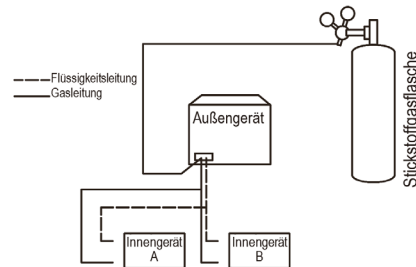

Abb. 5.34
4. Verwenden Sie Blindstopfen, um alle flüssigkeits- (gas-) seitigen Öffnungen zu verschließen, mit Ausnahme der Öffnung am Innengerät, die am weitesten vom Innengerät entfernt ist („Inneneinheit A“ in Abb. 5.34).